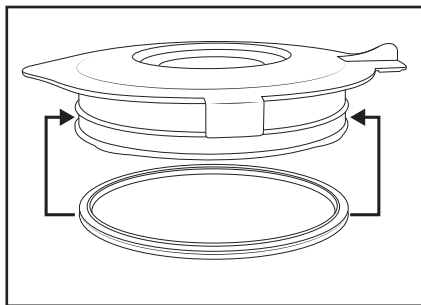

Abb. 3
- Reinigen Sie die Dosierkappe **1** und den Deckel **2** in milder Seifenlauge. Für die Reinigung mit der Hand können Sie die Gummidichtung **9** entfernen. Achten Sie darauf, dass die Gummidichtung **9** wieder richtig aufgesetzt ist, bevor Sie den Deckel **2** erneut verwenden (Abb. 3).